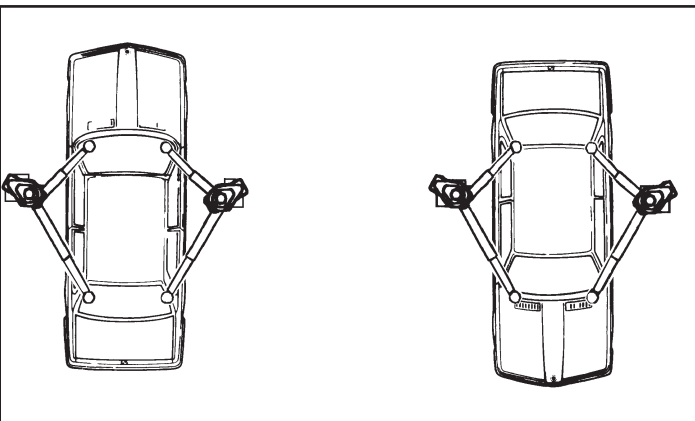

Fig.16 Abb.16
È estremamente importante posizionare il mezzo sul sollevatore in modo da avere una corretta ripartizione dei pesi sui bracci (fig.16)
- il veicolo sia posizionato in maniera corretta (fig.16)
It is extremely important that the vehicle is positioned on the rack so as to achieve correct load distribution on the arms (see Fig.16).
- the vehicle is correctly positioned (see. fig.16)
Il est très important de bien positionner le véhicule sur l'élévateur pour avoir une répartition correcte des poids sur les bras (fig. 16).
- positionner correctement le véhicule (fig. 16).
- das Fahrzeug korrekt positioniert ist (Abb. 16);
Es sumamente importante colocar el vehículo sobre el elevador de forma que esté correctamente repartido el peso sobre los brazos (fig. 16).
- el vehículo esté colocado de forma correcta (fig. 16).